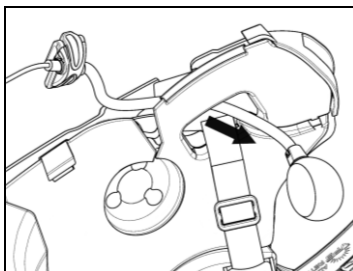
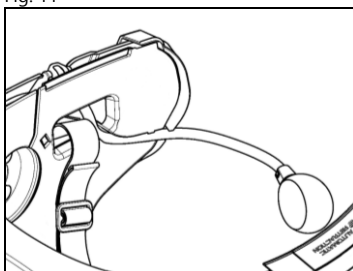

Fig. 12
Fig. 13
- Isæt mikrofonen i rillen (Fig. 12) og placer den i det pågældende sæde, ved at indføre den metalliske del der findes på rilleskæringen der sidder på det lille stel til indkobling af hagebrættet (Fig. 13).